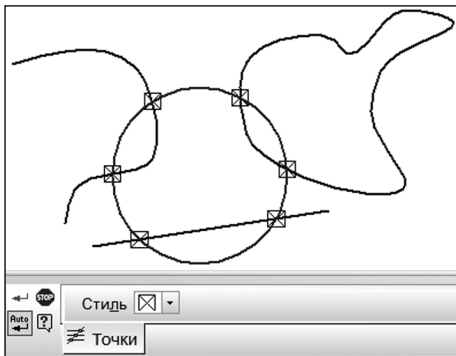

Рис. 10.4. Команда «Все точки пересечений кривой»
- Кнопка **Все точки пересечений кривой**  предназначена для построения точек пересечения указанной кривой со всеми другими кривыми (рис. 10.4), находящимися в текущем и активных слоях.